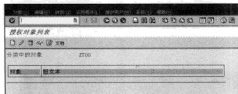

图 14-13 “授权对象列表”界面
STEP 5 单击“权限对象”按钮，弹出“授权对象列表”界面，如图 14-13 所示。